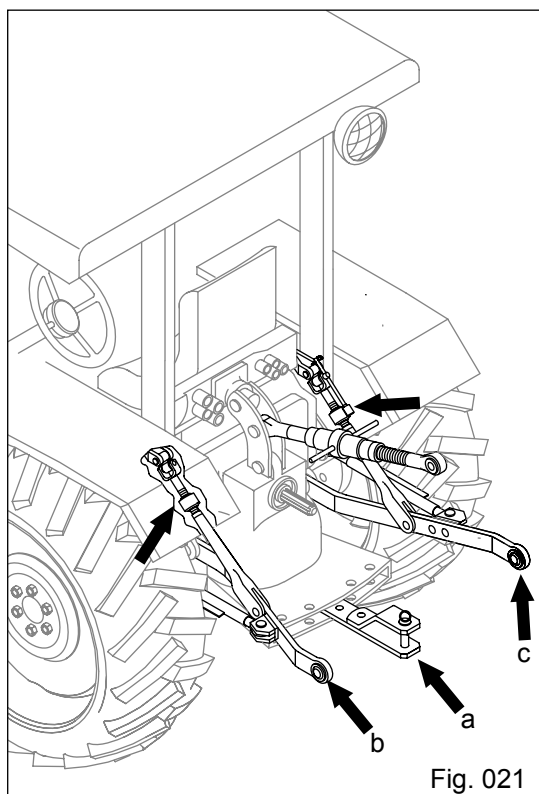

Fig. 021
- Retire o braço do terceiro ponto ("a" Fig. 021) e acople na torre do implemento.
- Acople o braço do primeiro ponto ("b" Fig. 021) no orifício de engate do lado esquerdo do implemento, coloque o pino trava.
- Acoplar no trator o braço do terceiro ponto ("a" Fig. 021) que já esta acoplado na torre do implemento. Use a regulagem do comprimento do braço do terceiro ponto, coloque o pino trava.
- Acoplar o braço do segundo ponto ("c" Fig. 021) no orifício de engate do lado direito do trator. Use o extensor e mecanismo de regulagem do comprimento do braço, coloque o pino trava.